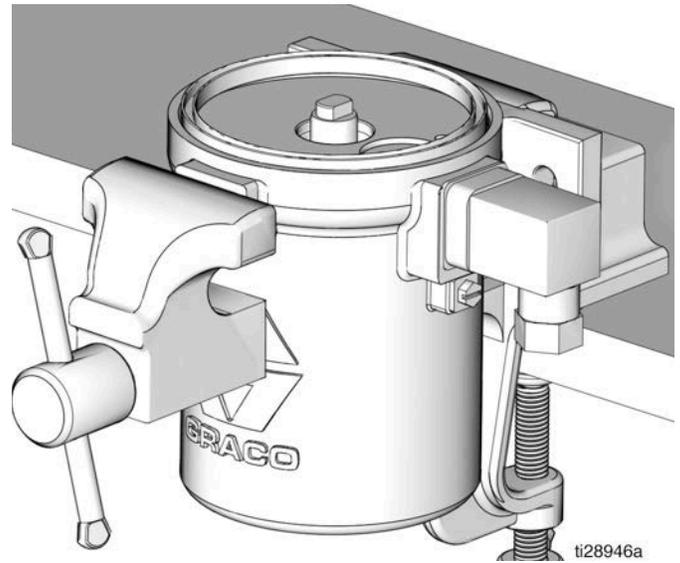

图 35
12. 重新将气动马达气缸放置在老虎钳中, 接近气动马达气缸的顶部, 如图 35 所示。